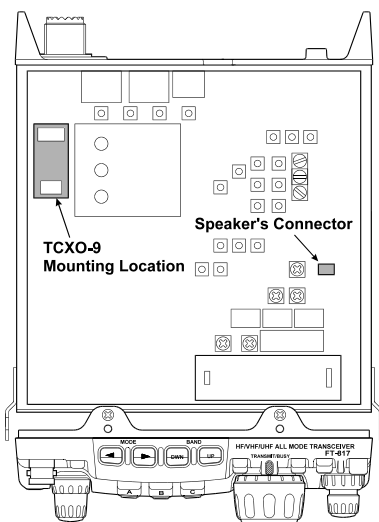

Figure 3
3. En se reportant à la figure 3, situer la REF UNIT installée en usine sur la carte. Enlever la REF UNIT, puis positionner le **TCXO-9** de telle manière que les connecteurs soient bien en face des contacts sur la carte support et pousser le pour la mise en place.